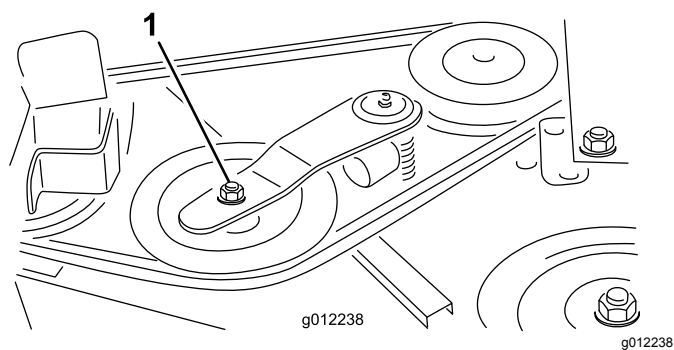
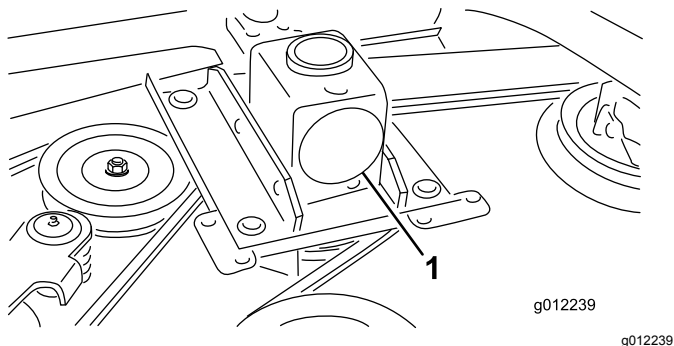

Figura 31
Figura 32
2. Usando una llave dinamométrica u otra herramienta similar, aleje la polea tensora (Figura 31) de la correa de transmisión para aliviar la tensión de la correa y poder retirar la correa de la polea de la caja de engranajes (Figura 32).